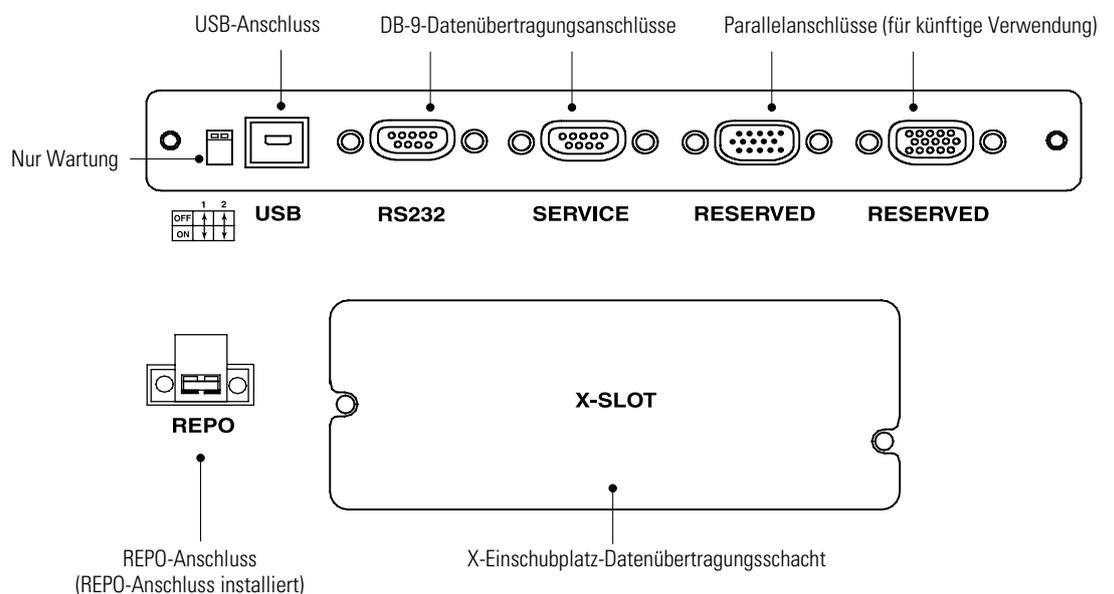

Abbildung 38. Datenübertragungsoptionen
Die USV Powerware 9140 verfügt über einen USB-Anschluss, einen REPO-Anschluss, zwei Datenübertragungsanschlüsse DB-9 und einen X-Einschubplatz-Datenübertragungsschacht (siehe Abbildung 38). Es stehen zwei Parallelanschlüsse für künftige Verwendungen zur Verfügung.
1. Der USB-Anschluss kann im Betrieb angesprochen werden. Das USB-Kabel am USB-Anschluss an der Rückwand der USV anschließen (siehe Abbildung 38).
Um Datenaustausch zwischen der USV und einem Computer zu ermöglichen, muss der Computer mit dem mitgelieferten Datenübertragungskabel an den RS-232-Datenübertragungsanschluss der USV angeschlossen werden (siehe Abbildung 38 auf Seite 45).
Siehe Abbildung 38 auf Seite 45 zur Position des X-Einschubplatz Datenübertragungsschachts.